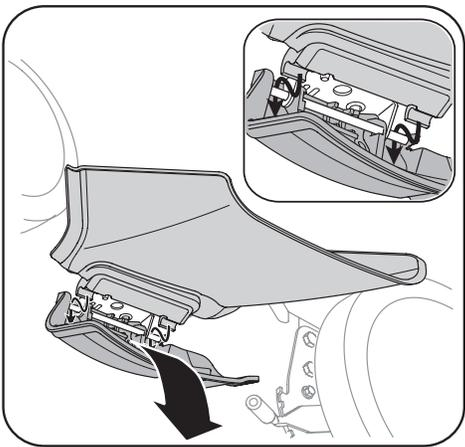

Figure 6
- a. Relevez le bouchon de déchiquetage à charnière qui se trouve sur le côté du plateau de coupe. Voir la Figure 6.